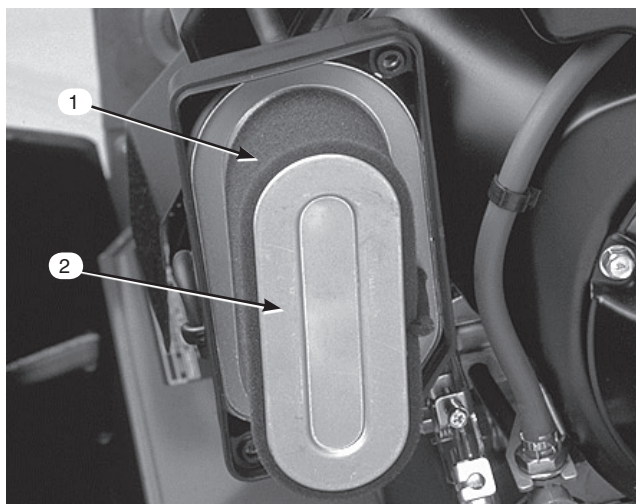

図30
4. スポンジ (図30) を点検し、汚れていればペーパー・エレメントから外す。